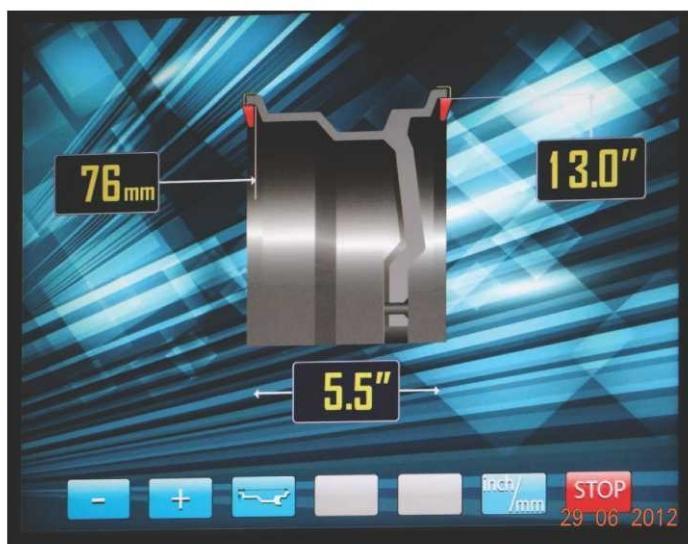

рис.10.2.
При включении питания СБ автоматически устанавливаются исходные параметры « d » и « b », записанные в памяти СБ, которые можно проконтролировать, нажимая кнопку A , d , b кнопка 3 на рис.10.2.
В этом режиме функционируют кнопки «-» и «+» для ввода ширины диска, а также для коррекции диаметра диска и дистанции от корпуса СБ до колеса, если требуется их ручная коррекция. Переключение кнопок «-» и «+» для коррекции диаметра и дистанции осуществляется кнопкой А, d, b (кнопка 3 рис.10.2), при этом корректируемая величина выделяется красным цветом, кроме того кнопка А, d, b позволяет перейти к экрану ввода геометрических параметров из экрана основного рабочего режима.
11.2.1. Введите геометрические параметры колеса как описано в п. 10.2 или 10.4. На экране ввода геометрических параметров отображается стандартная балансировка грузами на пружинках рис.10.2 или 10. 4.